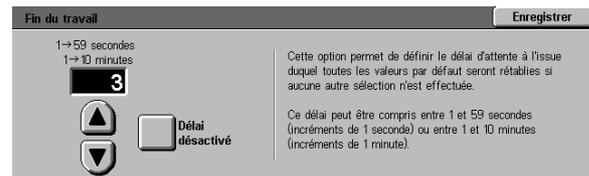

Figure 55 : Exemple d'écran de paramétrage du délai d'attente
- 1 A partir de l'écran Outils, appuyez sur la touche **Taux de R/A par défaut** pour afficher l'écran correspondant (figure 55).